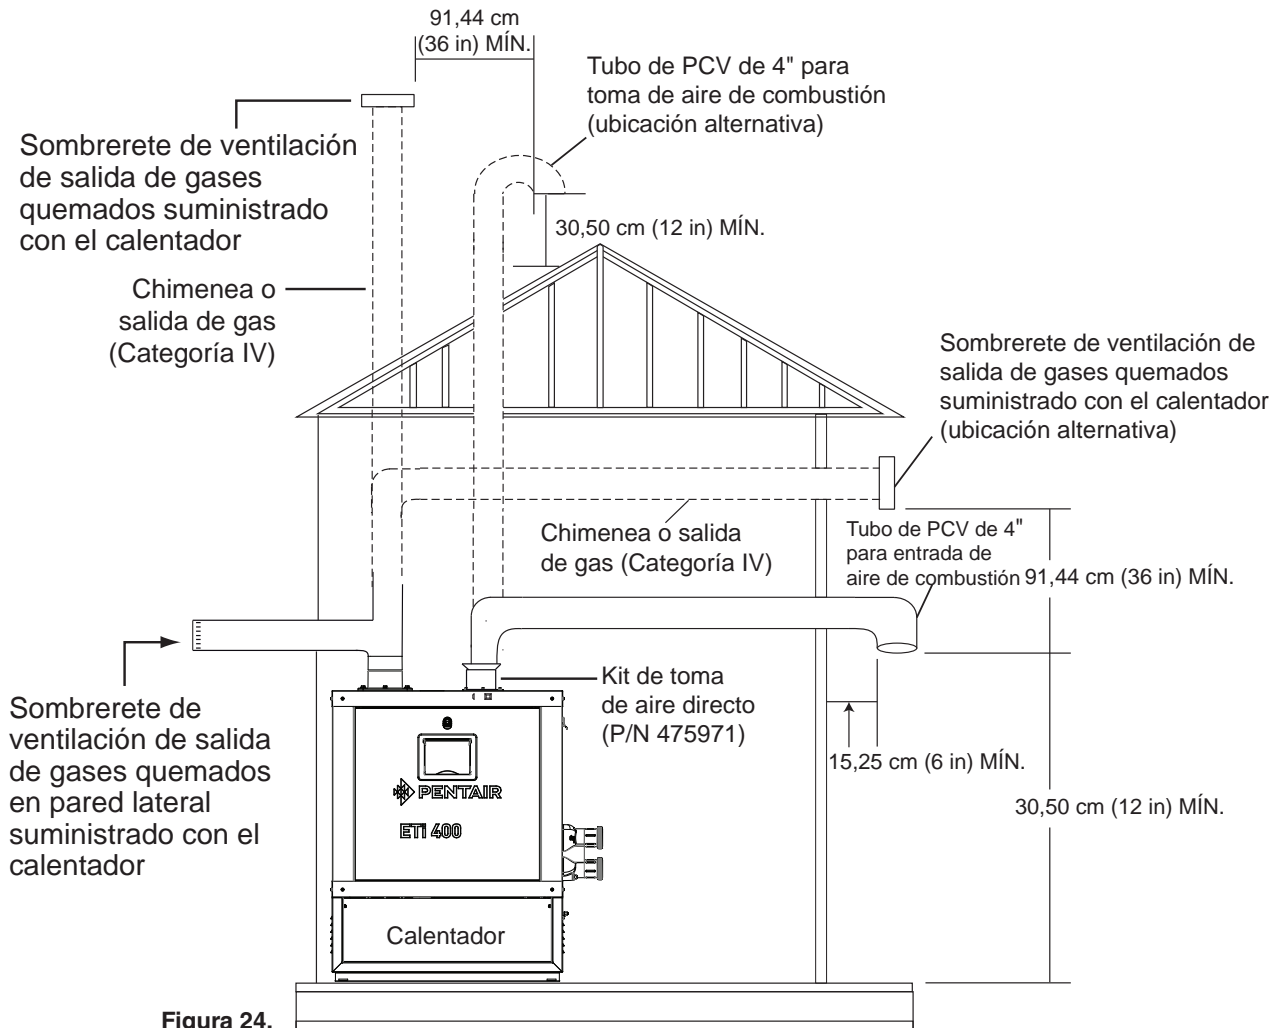
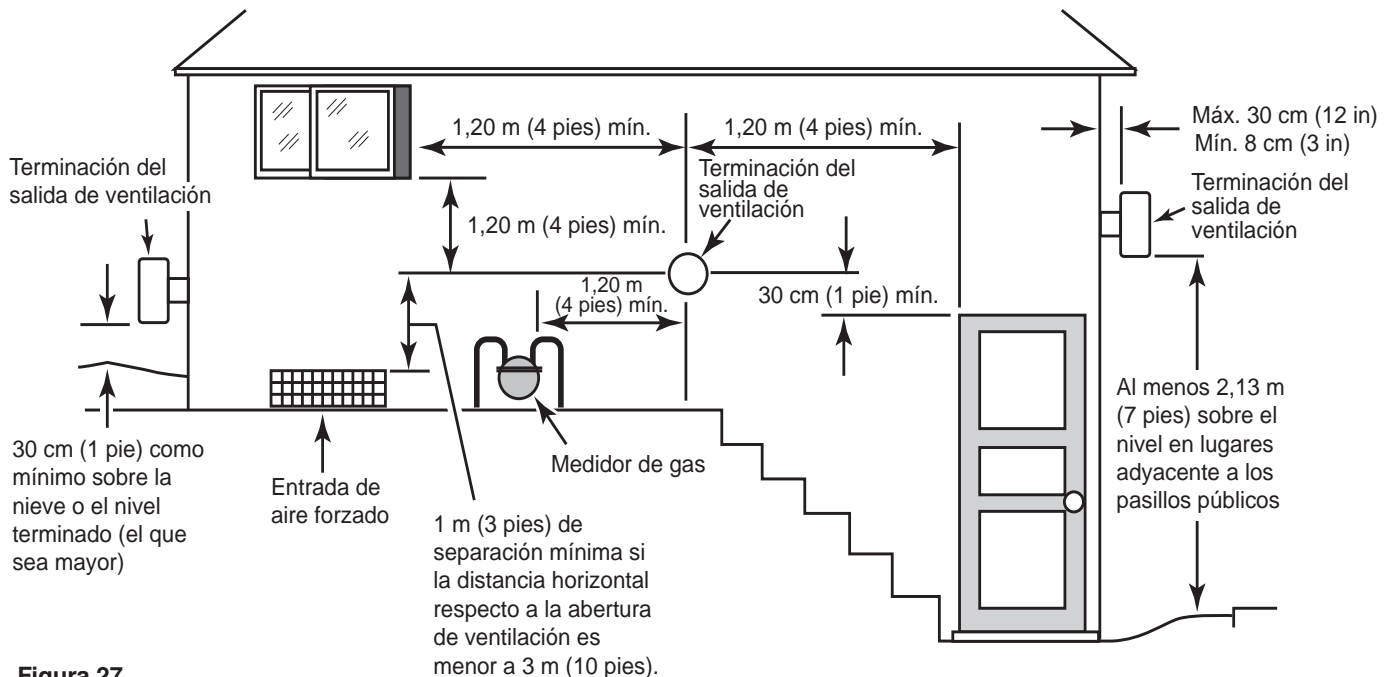
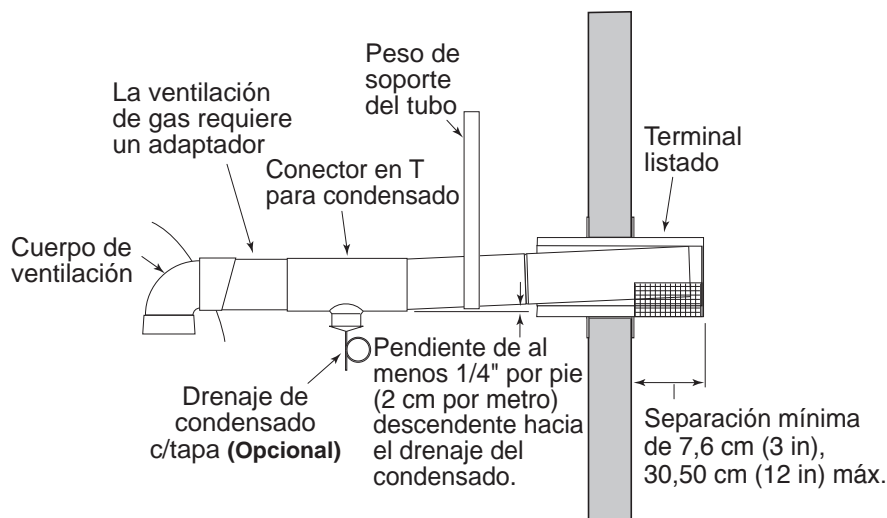
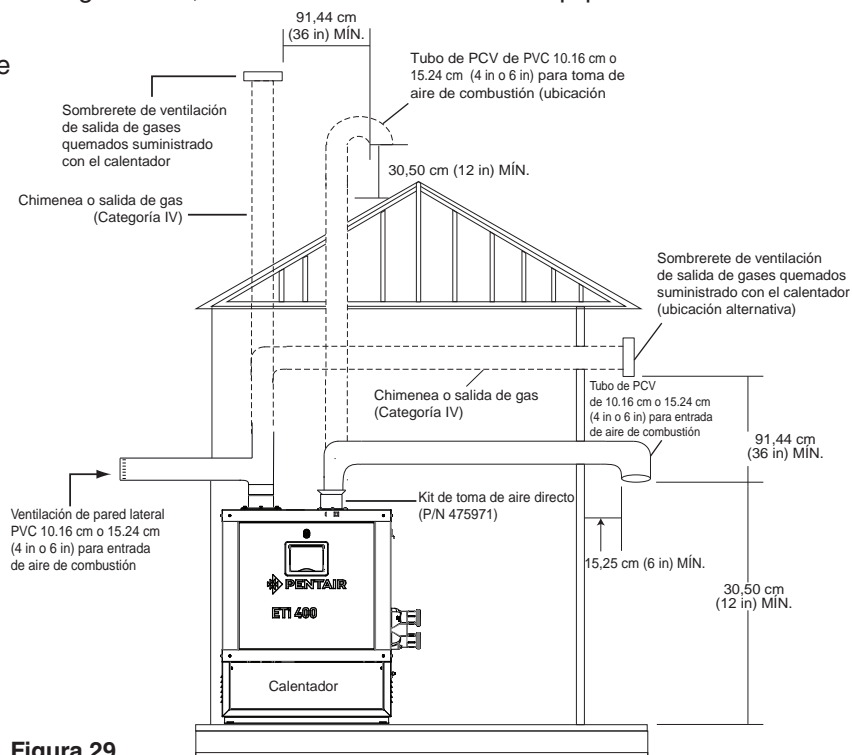

Figura 24.
Figura 27.
Figura 28.
Figura 29.
Un aparato que opera con una presión estática positiva de ventilación y con una temperatura de gas de ventilación que permite una producción excesiva de condensación en la ventilación; vea la Figura 24 (página 30) y la Figura 27 (página 34).
La abertura de entrada de aire DEBE instalarse a 30 cm (1 pie) como mínimo por encima de la línea del techo o de los niveles normales de nieve para que el flujo de aire circule libremente. El sombrero de extremo de la ventilación de salida de gases quemados Categoría IV debe tener un espacio libre vertical mínimo de 1 m (3 pies) desde el conducto de admisión de aire; vea la Figura 24.
## **VENTILACIÓN HORIZONTAL O VERTICAL (CATEGORÍA IV) – PRESIÓN POSITIVA** **(Vea la Figura 28, en la página 35 y la Figura 29, en la página 36)**
3. **Terminación de la ventilación:** vertical (vea la Figura 24 a continuación y la Figura 29 en la página 36 para conocer la altura de la terminación de la ventilación por encima del techo). Use el terminal de ventilación **aprobado** que se especifique en los códigos locales y nacionales y en las instrucciones del fabricante. La terminación del techo debe ser vertical. En Canadá, la ubicación del sombrerete debe tener una distancia mínima horizontal de 1,2 m (4 pies) desde los medidores de electricidad, los medidores de gas, los reguladores y las aberturas de alivio.
El terminal debe estar colocado de la siguiente manera (para Estados Unidos, vea la Figura 27 en la página 34):
- sobresaliendo 8 cm (3 in) como mínimo y 30 cm (12 in) como máximo de la pared (vea la Figura 29 en la página 36), según las instrucciones de ventilación del fabricante
El terminal debe colocarse de la siguiente manera (para Canadá, vea la Figura 27 en la página 34):
El sombrero directo de la chimenea DEBE montarse en la parte exterior del edificio. El sombrero directo no puede instalarse en un pozo o bajo nivel. El sombrero de ventilación directa debe instalarse a 0,30 m (1 pie) como mínimo por encima del nivel del suelo y por encima de los niveles de nieve normales; vea la Figura 27, en la página 34. El sombrero de la ventilación directa NO DEBE instalarse con ninguna entrada de aire de combustión directamente arriba de un sombrero de ventilación. Esta separación vertical permitiría que los productos del tubo del sombrero directo sean succionados por la toma de aire de combustión instalada arriba.
Durante el ensamblaje, se debe cuidar que todas las uniones estén adecuadamente selladas y sean herméticas. Se debe drenar la ventilación para prevenir la posible acumulación de condensación en los tubos de ventilación. Se recomienda aislar la ventilación. La aislación es necesaria en las instalaciones de climas fríos (esto es, por debajo de los 4 °C o 40 °F). Se recomienda aislar la ventilación de entrada (vea la Figura 29) en los climas fríos.